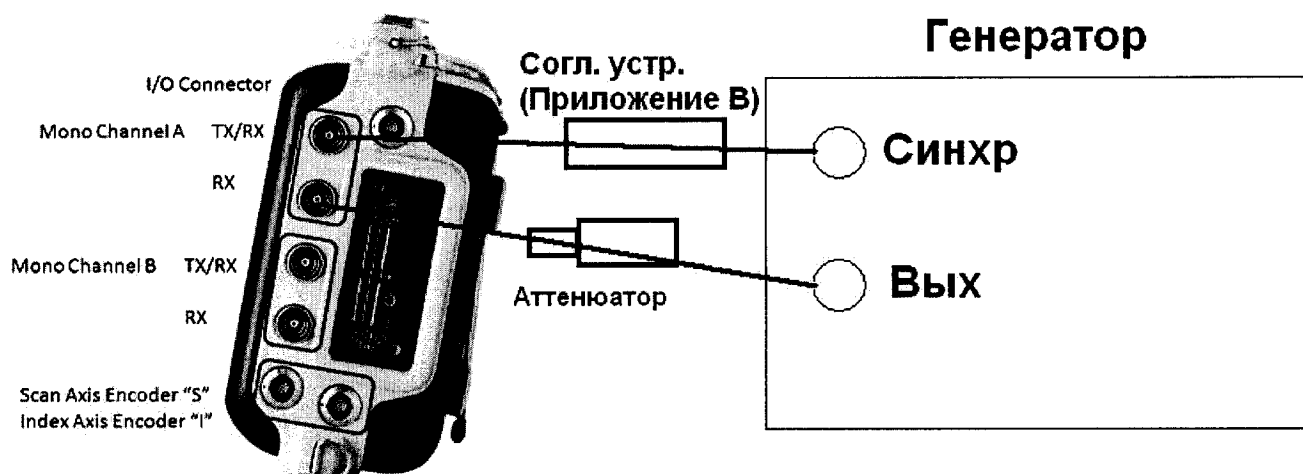

Рисунок 8.
9.6.1.2 Для имитации эхо-сигналов, приходящих на приемник дефектоскопа, применяется генератор импульсов точной амплитуды, рисунок 8.
9.6.2.2 Для имитации эхо-сигналов, проходящих на приемник дефектоскопа, применяется генератор импульсов точной амплитуды, рисунок 8.